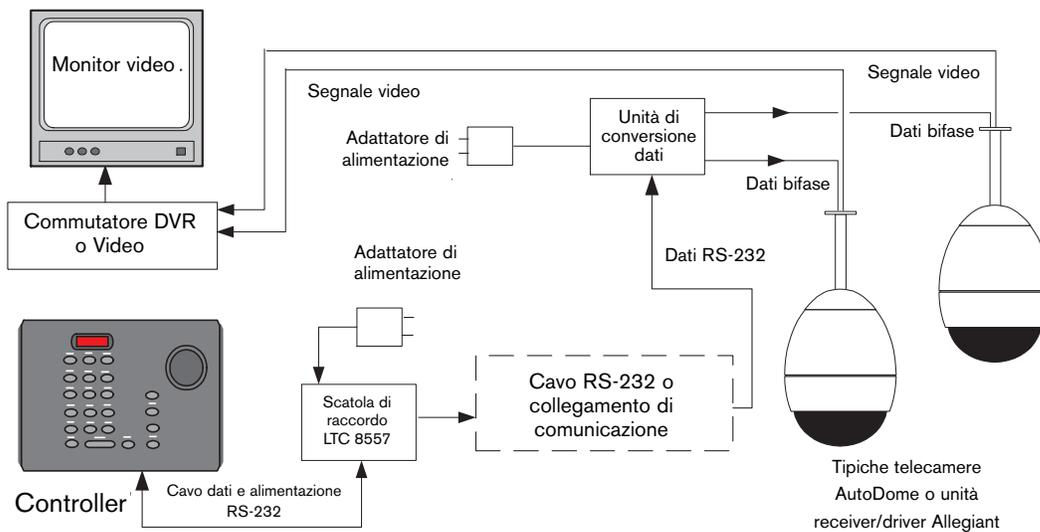

Figura 6 Tipica installazione con collegamento di comunicazione RS-232 ad una postazione con telecamera bifase
4.4 Installazione con un collegamento di trasmissione dati RS-232 a una postazione con telecamera bifase (vedere la figura 6)